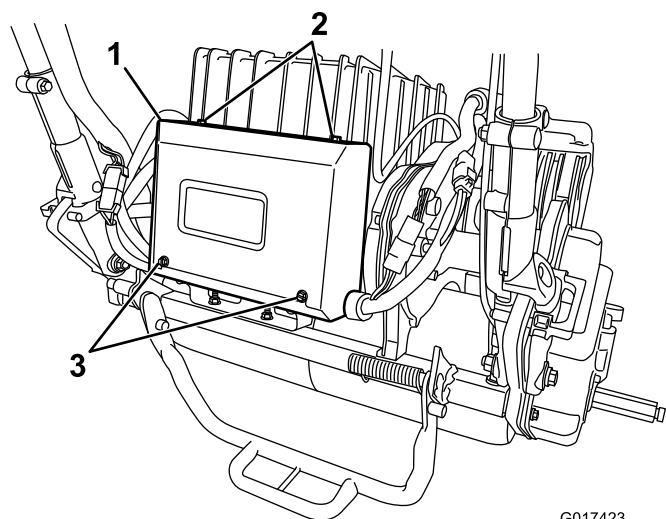

Figure 41
2. Retirez les 2 vis arrière du boîtier électrique et desserrez les 2 vis supérieures pour déposer le couvercle du boîtier (Figure 41).